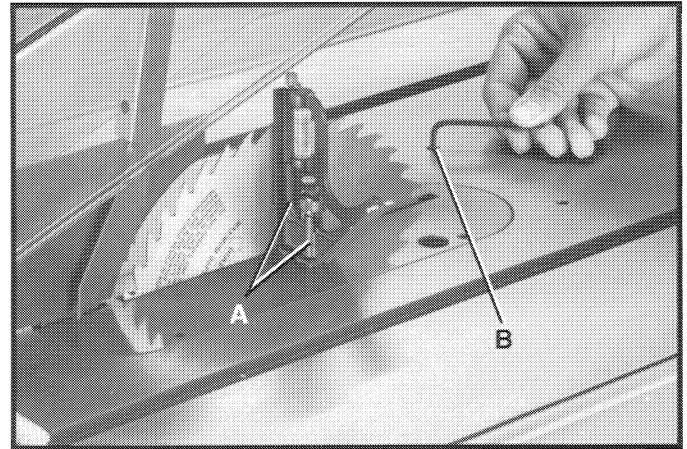

Fig. 67
4. Utilizando una escuadra ajustable (A) Fig. 67, revise si la hoja se encuentra a 90 grados de la superficie de mesa, como se ilustra.
5. Si la hoja no se encuentra a 90 grados a la mesa, afloje el tornillo de fijación (B) Fig. 67 y gire el volante de mano de inclinación de hoja hasta que esté seguro de que la hoja quede a 90 grados de la mesa. Apriete entonces el tornillo de fijación (B) en el sentido de las manecillas del reloj hasta tocar el fondo.